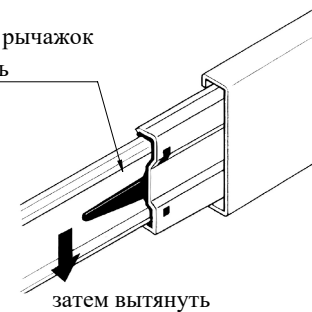

Рис. 3
- Отсоедините от основания телескопических направляющих внутренние планки, отогнув пластиковый рычажок фиксатора (Рис. 3). Основания телескопических направляющих закрепите на деталях 2, 3 винтами М5х8 (Рис. 4). !!! Приложите телескопическую часть отверстиями к отверстиям на боковине тумбы так, чтобы они были отцентрованы относительно друг друга. Вкрутите винты М5х8 с помощью шуруповерта, приложив немного усилий. **Внимание:** винт М5х8 должен заходить с натягом для максимально плотной фиксации телескопических направляющих.